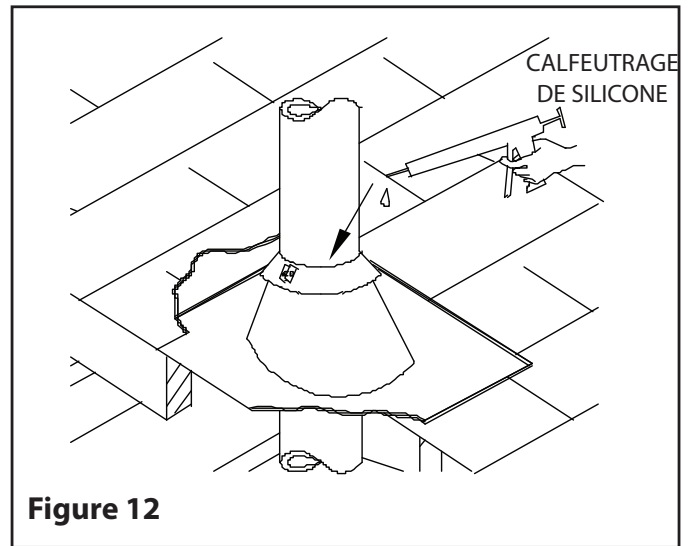

Figure 12
Étape 9: Serrez-le avec le boulon fourni en veillant à ce que le joint soit correctement calfeutré (voir le **Figure 12**).